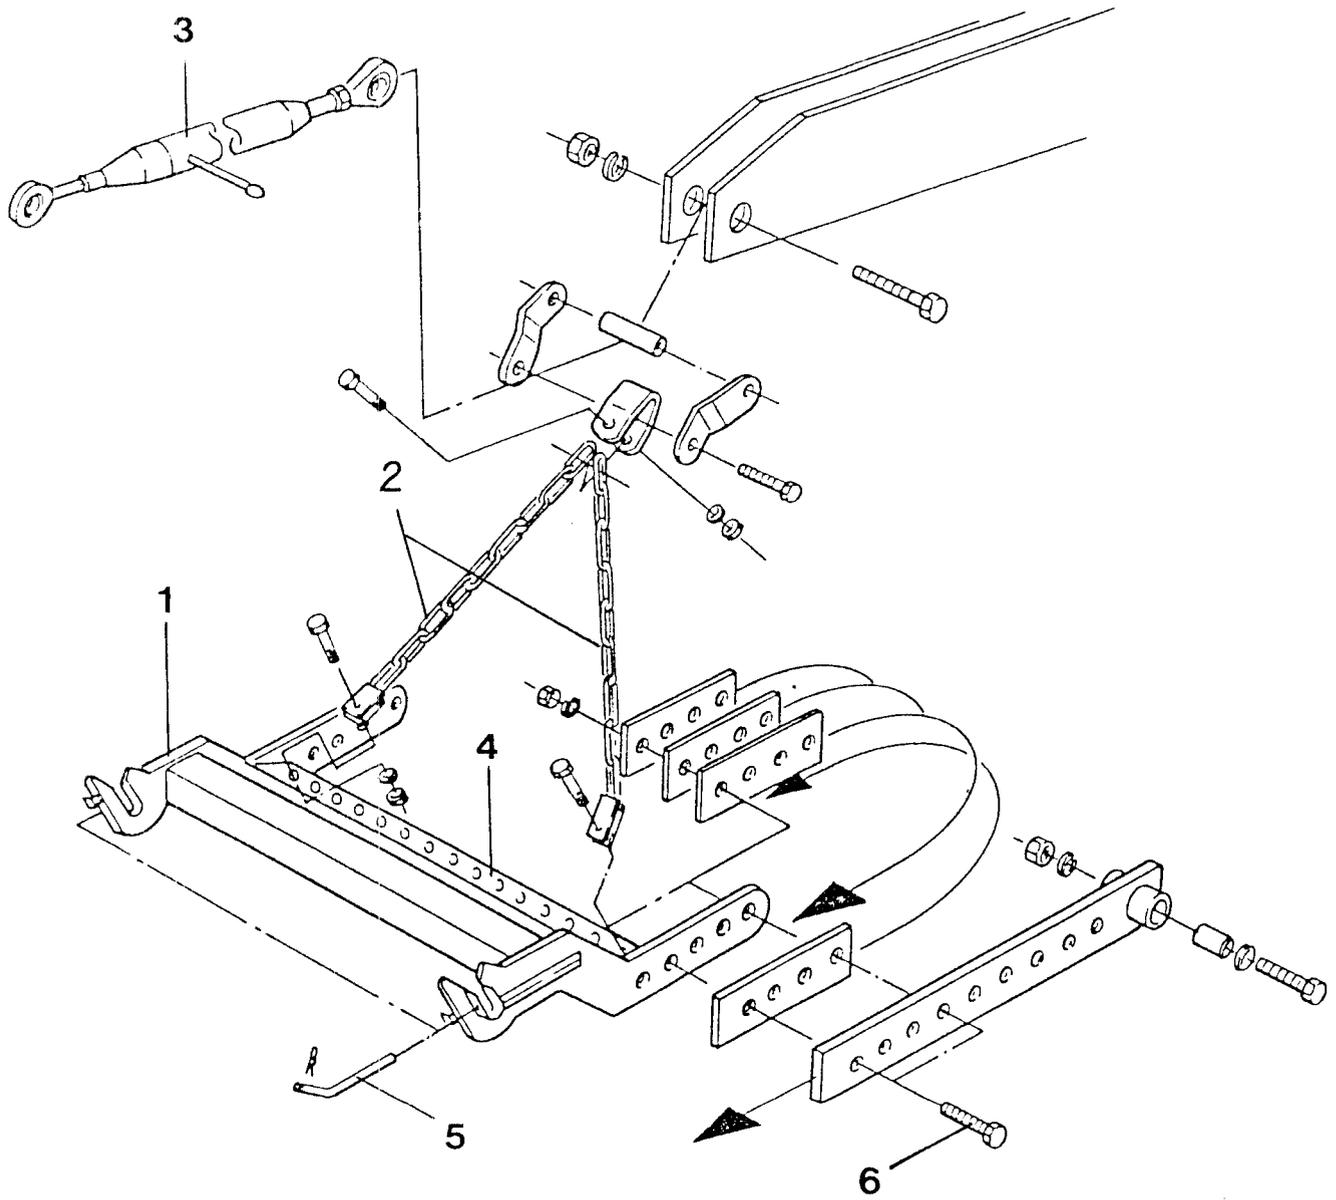
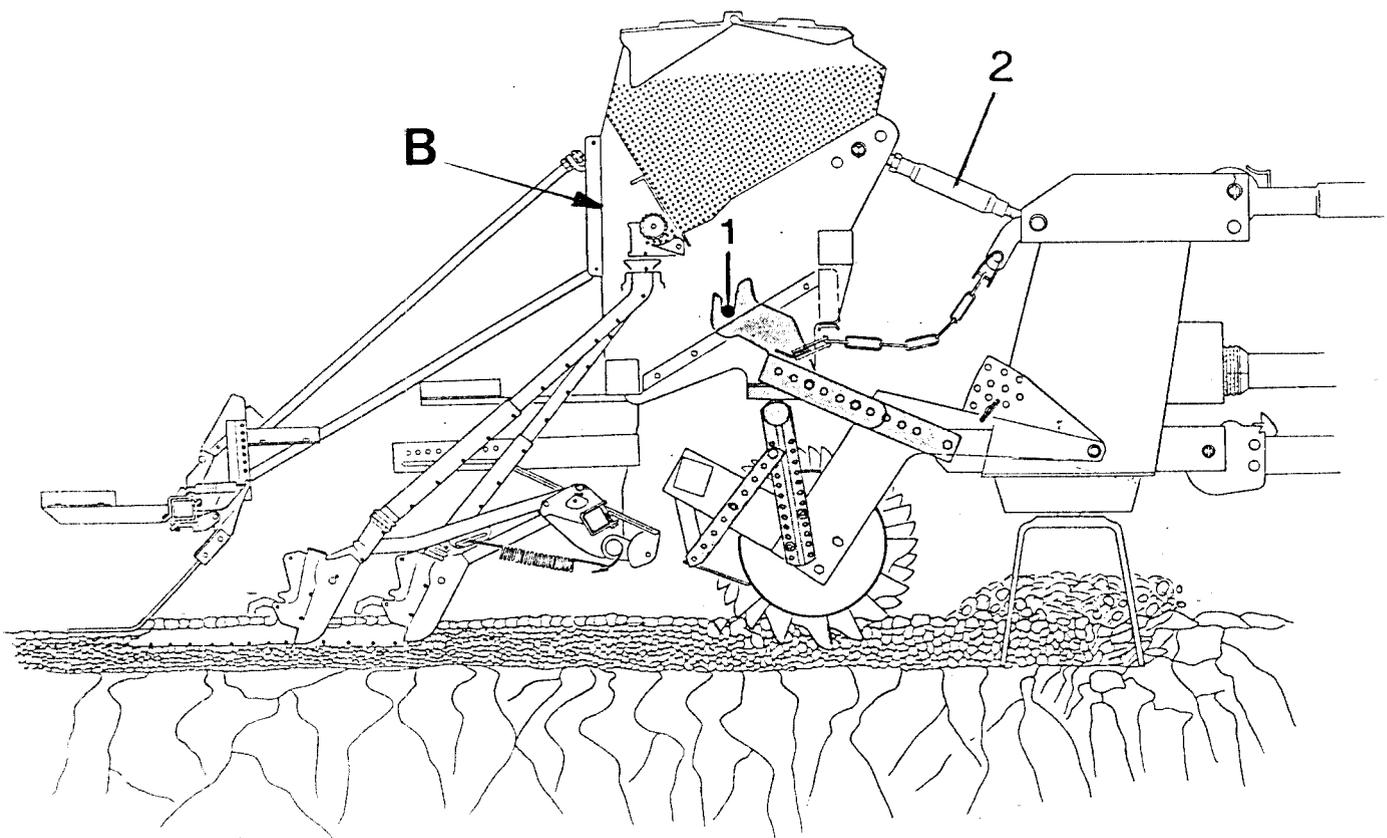

Fig. 10
Fig. 12
- Visser les pièces suivantes de chaque côté du cadre d'attelage avec au moins deux vis 6 pans (fig. 10/6) :
Fixer symétriquement le cadre d'attelage (fig. 10/1) aux chapes d'attelage inférieures de l'outil de préparation de sol. Le cadre d'attelage peut (selon le fabricant) être soit vissé ou fixé par un axe comme indiqué à la fig. 10. Dans tous les cas de figure, le cadre d'attelage ne doit jamais être fixé de manière rigide aux bras d'attelage inférieurs.
Fixer deux chaînes (fig. 10/2) avec le tirant supérieur (fig. 10/3) au troisième point. Visser les chaînes le plus près possible des extrémités de la barre à trous (fig. 10/4) du cadre d'attelage. Les chaînes ne devraient être fixées plus centralement que dans le cas où des éléments de machine empêcheraient leur fixation dans la zone des extrémités.
Accrocher l'arbre d'attelage (fig. 12/1) placé sous la trémie au cadre d'attelage, introduire les deux axes (fig. 10/5) et goupiller en sécurité.
Fixer le tirant supérieur (fig. 12/2) au semoir et à l'outil de préparation de sol au moyen d'axes goupillés chacun en sécurité.
Régler la longueur du tirant supérieur (fig. 12/2) de manière à ce que la paroi arrière du semoir soit à peu près d'aplomb.